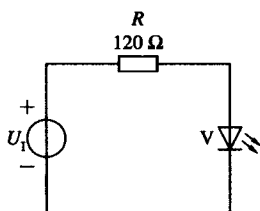

图 1-9
2. 如图 1-9 所示的发光二极管的应用电路中, 若输入电压 $U_1 = 1.0\text{ V}$, 试问发光二极管是否发光, 为什么?